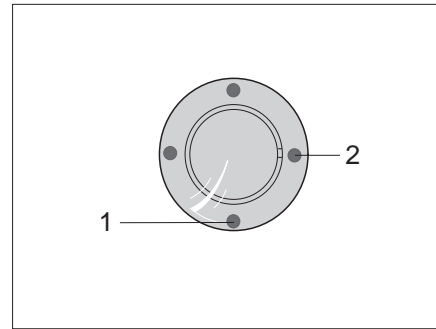
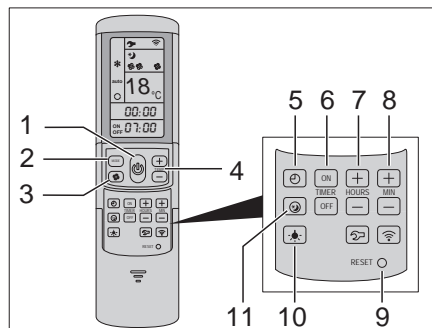

Fig. 115 Récepteur IR/Indication de fonctionnement
Fig. 116 Télécommande
La climatisation est montée sur le toit du véhicule. La télécommande (Fig. 116) pour la climatisation se trouve dans le coin cuisine.
La climatisation est prête à fonctionner. La DEL bleue (Fig. 115,1) s'allume.
- Pour la mise en service, appuyer sur la touche (Fig. 116,1) de la télécommande. La DEL bleue (Fig. 115,1) clignote.
- Régler le mode de fonctionnement désiré avec la touche MODE (Fig. 116,2).
- Si nécessaire, régler l'étage de ventilateur désiré avec la touche (Fig. 116,3) et la température ambiante avec les touches (Fig. 116,4).
En fonctionnement de réfrigération: si la température réglée sur la télécommande est atteinte, la DEL (Fig. 115,1) bleue s'éteint, le compresseur s'arrête et le ventilateur à air pulsé continue de tourner.
En fonctionnement de chauffage: Si la température réglée sur la télécommande est atteinte, la DEL (Fig. 115,2) jaune s'éteint, le compresseur s'arrête et le ventilateur à air pulsé continue de tourner. Si la température ambiante est inférieure à la température réglée, l'appareil s'enclenche automatiquement à nouveau en fonctionnement de chauffage.
- Pour la mise hors service, appuyer à nouveau sur la touche (Fig. 116,1) de la télécommande.
- Pour la programmation, enclencher la climatisation avec la touche (Fig. 116,1) sur la télécommande.
- Régler le mode de fonctionnement désiré avec la touche (Fig. 116,2) et la température ambiante avec les touches (Fig. 116,4).
- Sélectionner la fonction désirée avec les touches (Fig. 116,6) :
- Avec les touches (Fig. 116,7 et 8), sélectionner la durée de commutation désirée (15 minutes à 24 heures).
- Confirmer le réglage avec les touches "ON" ou "OFF" (Fig. 116,6).